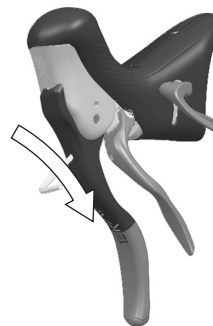
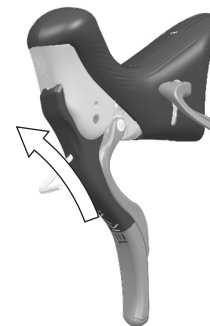

Abb.5
Abb.6
- Drehen Sie im Uhrzeigersinn, um den Hebel vom Lenker (Abb. 5) wegzubewegen, oder gegen den Uhrzeigersinn, um den Hebel zum Lenker (Abb. 6) anzunähern.